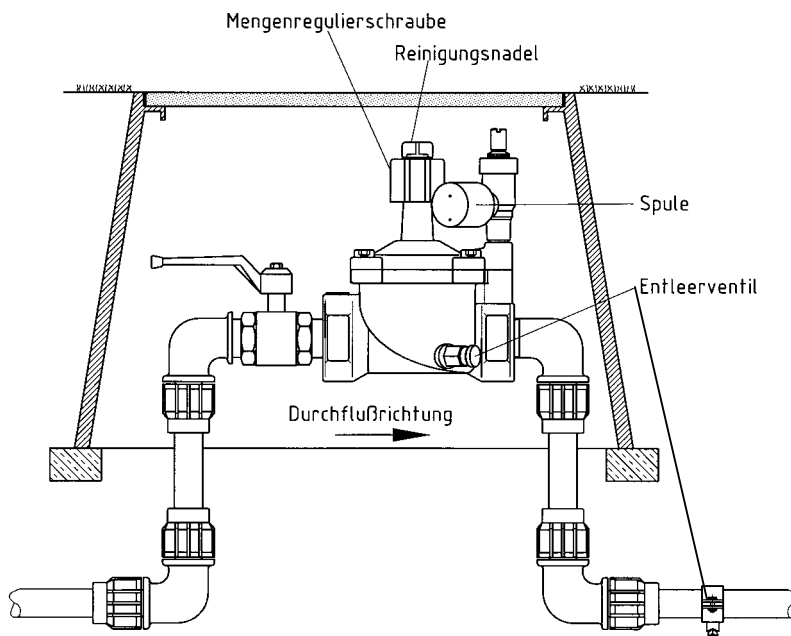

Abbildung 3
- ☆ Reinigungsnadel 1 mal jährlich heraus drehen und säubern. (siehe Abbildung 3)
- ☆ Spule ausbauen auf Verschmutzung überprüfen und gegebenenfalls reinigen. (siehe Abbildung 3)
7.4 Ausbau / Einbau der Membrane – Filtereinheit (siehe Bild 3)